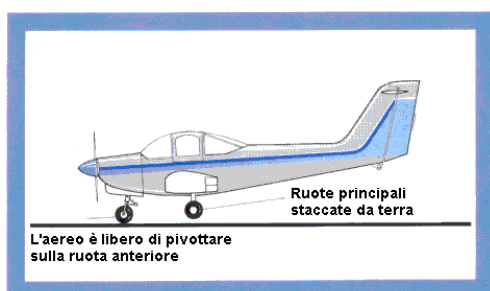

Figura 16
4) Immaginate che l'aereo abbia toccato prima con la ruota anteriore, mentre il carrello principale è ancora per aria. E' sufficiente un po' di vento al traverso per far pivotare l'aereo attorno all'unico punto di contatto con il suolo, quel tanto che basta per farne perdere il controllo (Figura 16).